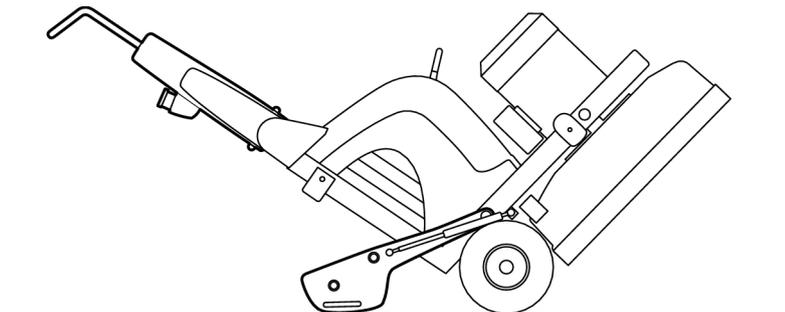

Figure 4-10. Poids au sol
3. Basculez la machine doucement vers l'arrière jusqu'à ce que les poids touchent le sol, voir Figure 4-10, page 22.